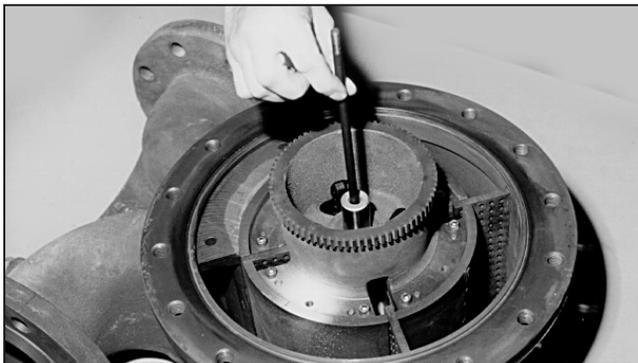

Figure 19 – Fileter le tirant dans le cône
Fileter le tirant dans le cône en effectuant au minimum huit (8) tours. Positionner la rondelle et l'écrou sur le tirant sans les serrer (figure 19).